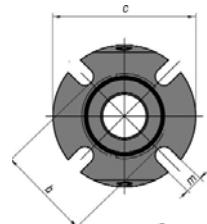

Fig. 3
c. **Coupling flange (Fig. 3)**